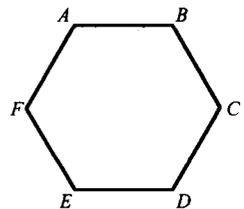

图 1-2 用 Line 命令绘制六边形
**例 1-1** 绘制一个如图 1-2 所示的六边形。
PLine 命令是用来画多义线的。有时它可直接代替 Line 命令画线，初学者可以试着画出图 1-2 的六边形。根据命令提示，与操作 Line 命令一样，一步一步地给出坐标值，完成绘制过程。在屏幕上尽管图形完全一样，但两者特性是不一样的。用 Line 命令画出的六边形是由 6 条线段（6 个实体）组成的；而用 PLine 命令画出的六边形则是完整的一个实体，这就是多义线的含义。PLine 命令还可以用来画圆弧，可以随意控制线宽，等等。